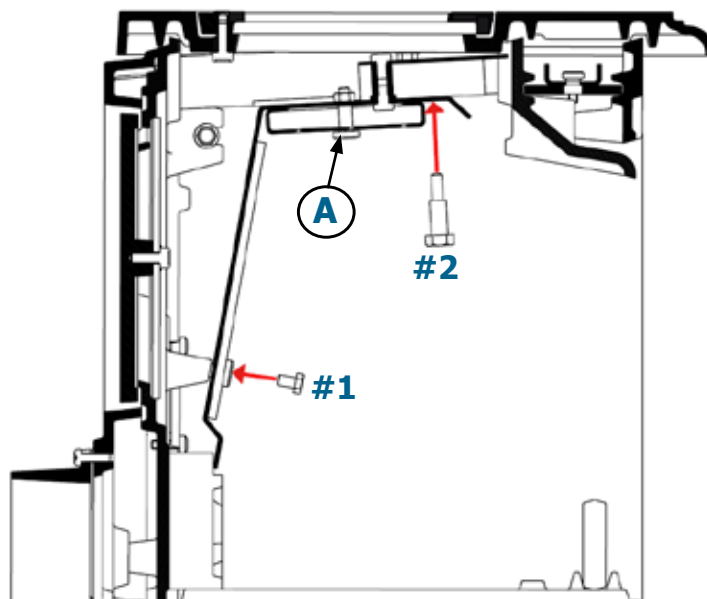

Figure 6 - Repose de la chicane
- Replacer la chicane (voir figure 6 et 7).
2.11. Remontage de la chicane (figure 6 et 7)